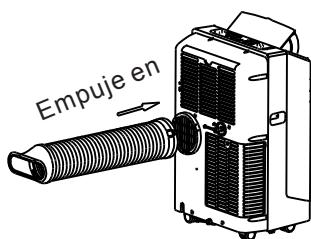
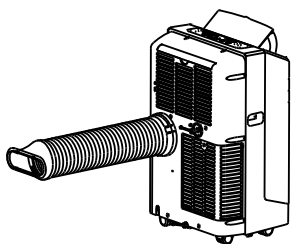

Fig.19
Fig.20
2. Instale la manguera flexible de Desagüe como lo demostrado en las Fig. 19 y Fig. 20..